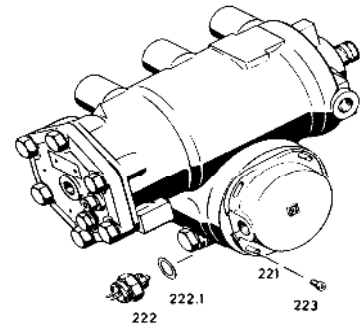

Abb.17
Drehen Sie das Lenkgetriebe von der Mittelstellung nach links und nach rechts. Der Kontakt des Schalters (222) muss öffnen nachdem sich der Lenkarm um jeweils $5^\circ \pm 10\%$ bewegt hat, (entspricht $110^\circ \pm 10\%$ Lenkraddrehung) (**Abb.17**). Achten Sie darauf, dass die Lenkwinkel nach links und rechts gleichmäßig sind. Falls erforderlich, die Symmetrie des Schaltbereichs durch Drehen der Abdeckung (221) korrigieren.